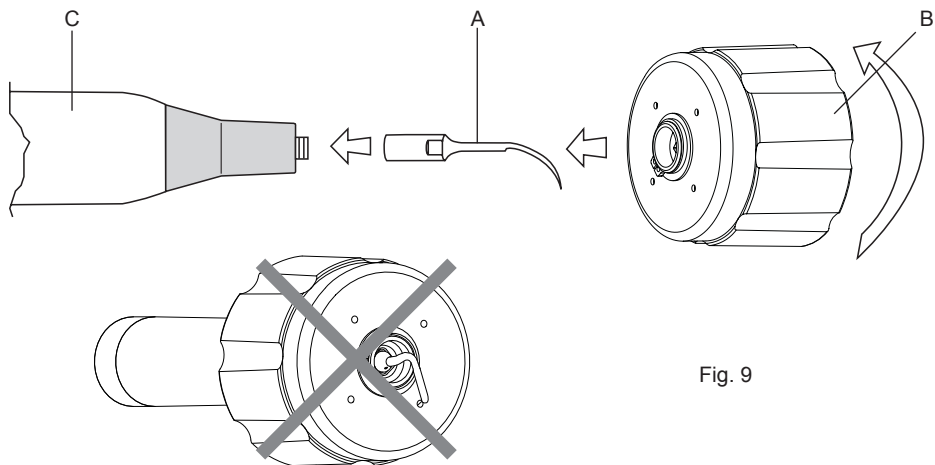

Fig. 9
- 2 Atornillar el inserto seleccionado en la pieza de mano del ablator hasta llevarlo al tope (Fig.9 - Ref.A).
Para el uso correcto de la llave dinamométrica (Fig.9 - Ref.B) actúe de la siguiente manera:
⚠ **ATENCIÓN:** No se debe coger la pieza de mano por la parte terminal ni por el cordón, sino sólo por el cuerpo de plástico (Fig.9 - Ref.C) y no debe girarse durante el apriete.